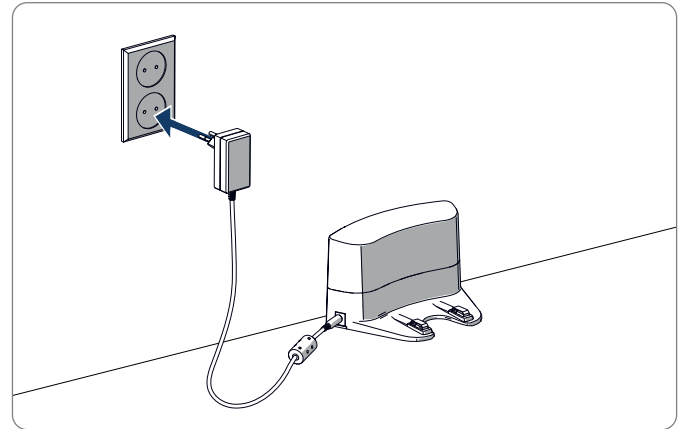
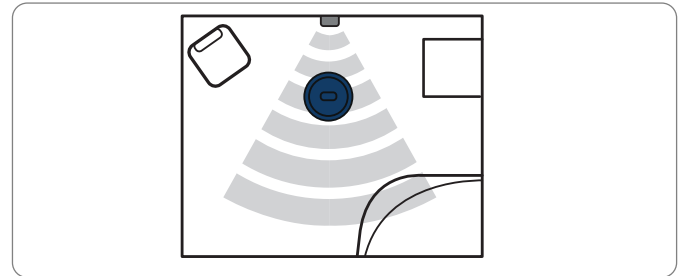

Figure 7 - Anschließen der Ladestation an die Stromversorgung
Figure 8 - Beispiel für die Aufstellung der Ladestation
4. Schließen Sie die Ladestation an die Stromversorgung an. Siehe Abbildung 7. An der Ladestation leuchtet ein blaues Dauerlicht auf. Abbildung 8 ist ein Beispiel für die Positionierung der Ladestation in einem Zimmer.